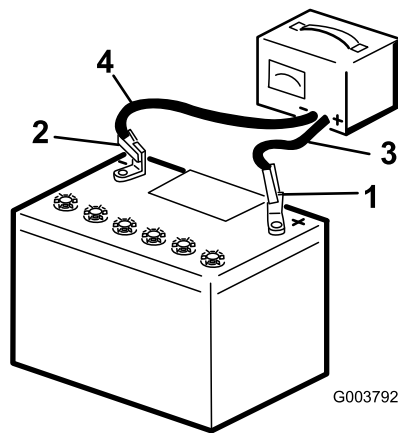

Figura 33
- Cargue la batería durante 10 a 15 minutos a 25–30 amperios, o durante 30 minutos a 4–6 amperios (Figura 33). No sobrecargue la batería.
- Cuando la batería esté completamente cargada, desconecte el cargador de la toma de electricidad, luego desconecte los cables del cargador de los bornes de la batería (Figura 33).